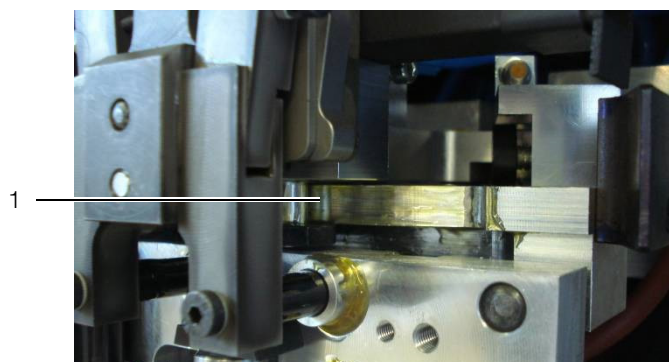

Fig. 22: Slitta utensile
- Lubrificare la superficie di contatto (fig. 22, pos. 1).